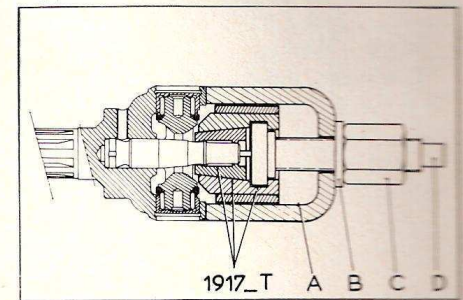

Fig. T 2.
Utiliser l'extracteur 1917-T, la vis (D, fig. T-2), l'écrou (c), la rondelle (B) et la bride (A) de l'extracteur 1916-T.